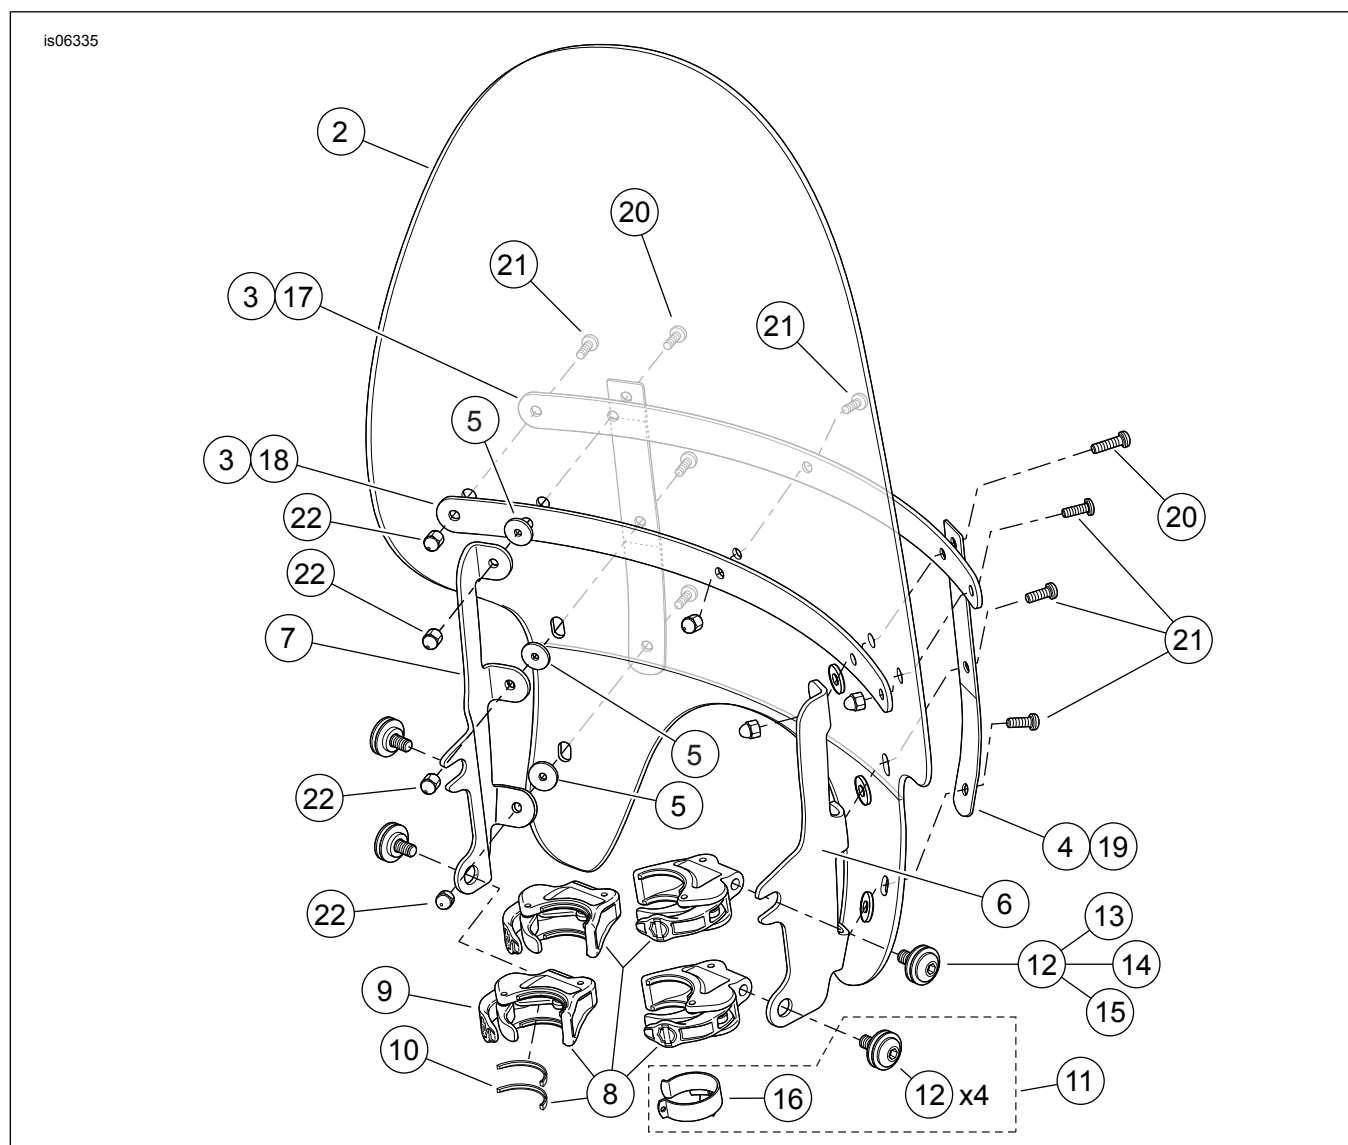

Figura 2. Piezas de servicio, parabrisas de liberación rápida XL1200X
Vea la Figura 2 y la Tabla 2.
2. Vea Figura 2. Extraiga del embalaje los conjuntos de abrazaderas (8) y el kit de elementos de sujeción (11), y separe las piezas similares para preparar el montaje.
3. **Todos los kits.** Centre el parabrisas alrededor del faro delantero y asiente las abrazaderas sobre los tubos de la horquilla. Vea Figura 2 . Encaje la presilla del cable del acelerador (16) alrededor del tubo de la horquilla del lado derecho y coloque los cables del acelerador a través de la abertura de la guía.